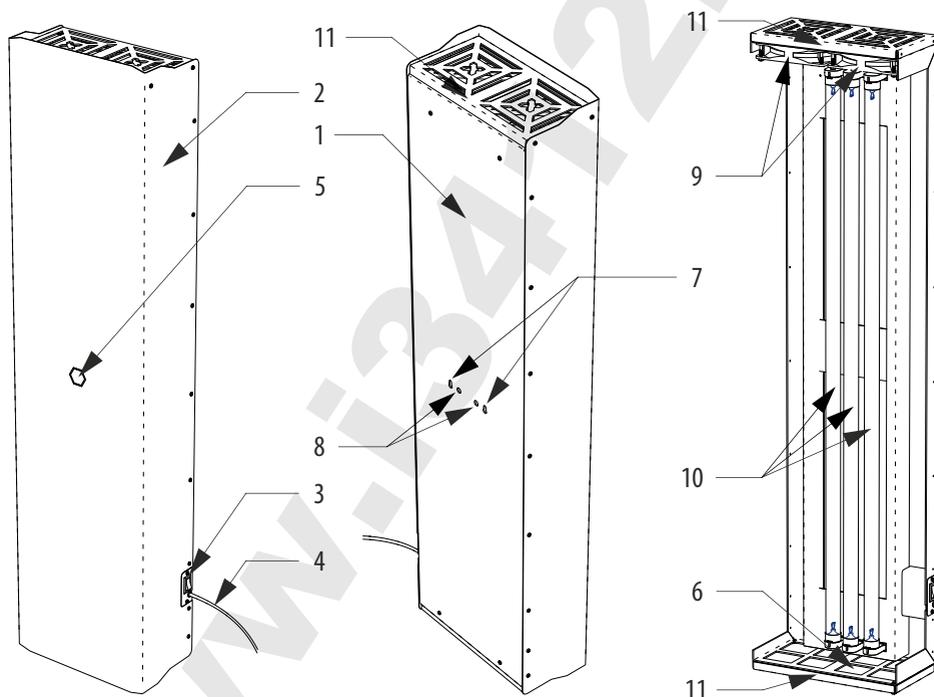

Рисунок 1. Общая конструкция очистителя воздуха ОВУ-05 / ОВУ-05Т .
- 6.3. Измерьте межцентровое расстояние расстояние между проушинами 7 (см. рис.1). С помощью уровня и линейки (рулетки) разметьте на стене отверстия для монтажа. Выбирайте крепёж в соответствии с материалом стен: шурупы для деревянных стен или стен из древесных материалов; дюбеля с шурупами для бетонных, кирпичных или газосиликатных стен; специальный крепёж для стен из ГКЛ.